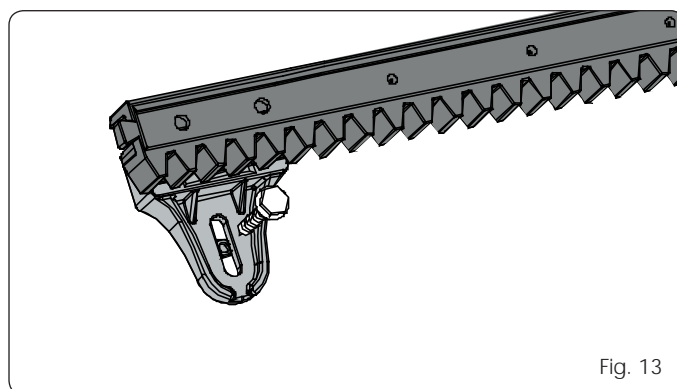

Fig. 13
**5.4.3 NYLON RACK TO SCREW (Fig. 13)**